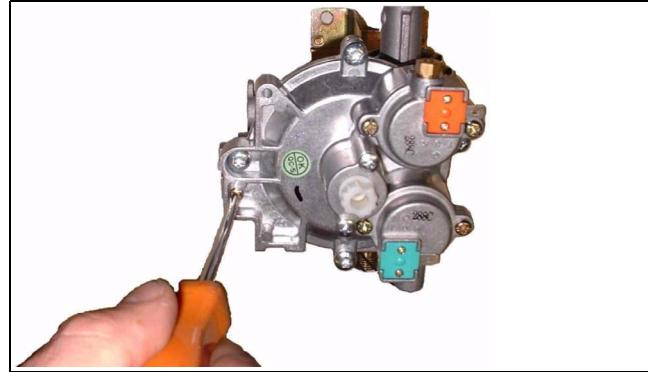

Fig. 5
- ▶ Svitare la vite del coperchio del corpo del gas (Fig. 5).